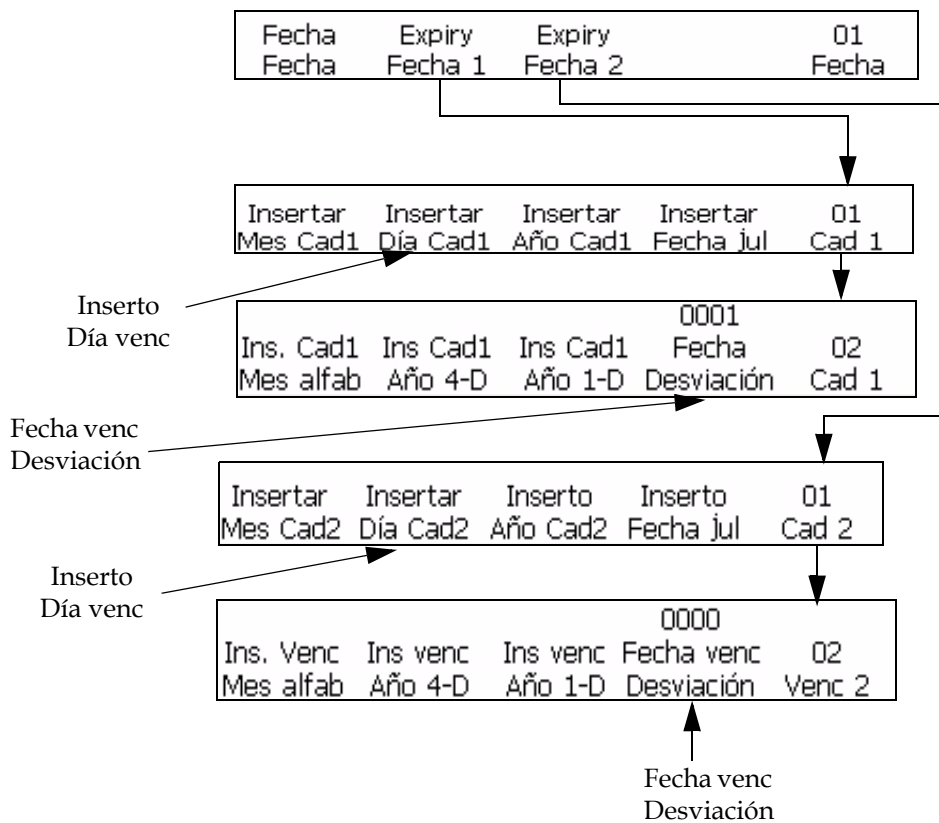

Figura 5-44: Marcos <01 Exp 1> y <01 Venc 2>
- 1 Comience en el marco <01 Exp 1> (01 Edición > 02 Edición - Insertos > 01 Inserto - Fecha > 01 Fecha - Expiry Dates 1 > 01 Exp 1). Consulte la Figura 5-44.
- 2 Pulse la tecla F5 para ir al marco <02 Venc 1>. Consulte la Figura 5-44.